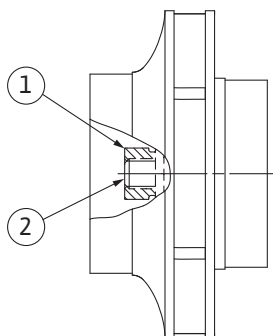

Fig. 106: Poziția corectă a piuliței rotorului după instalare
8. Țineți ferm arborele cu cheia fixă (deschidere 22 mm) și strângeți piulița rotorului la cuplul de strângere specificat (a se vedea tabelul „Cupluri de strângere” [► 30]). Piulița (Fig. 106, Poz. 1) trebuie să fie aliniată aproximativ $\pm 0,5$ mm cu capătul de arbore (Fig. 106, Poz. 2). Dacă nu este astfel, desfaceți piulița și repetați pașii 4 ... 8.